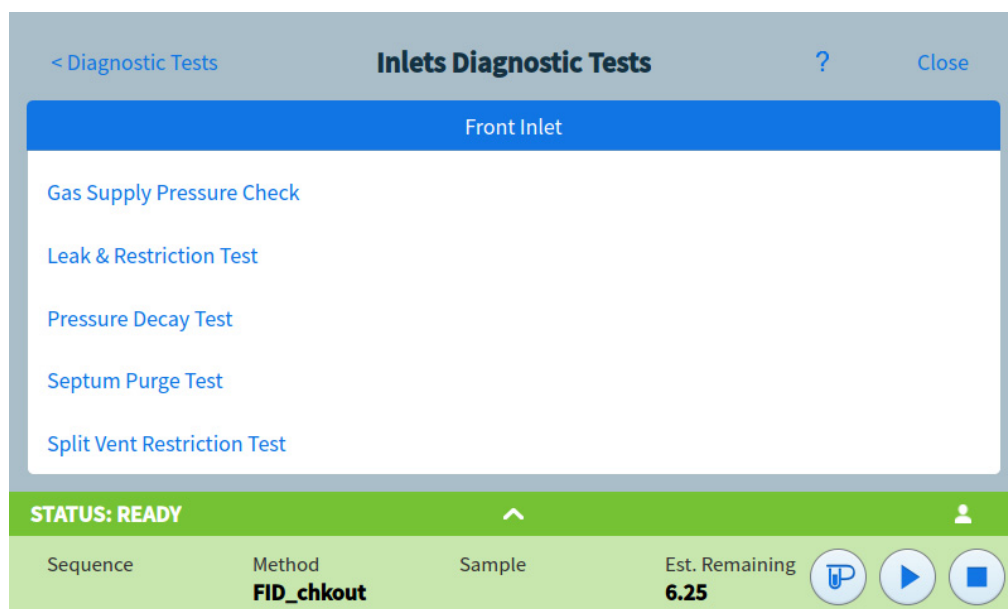

Figure 25 Page Tests de diagnostic de l'injecteur
- 3 Appuyez sur **Injecteur** ou **Détecteurs**, comme vous le souhaitez. La page correspondante s'affiche. Par exemple, la page Tests de diagnostic de l'injecteur apparaît en appuyant sur **Injecteurs**. Voir Figure 25.